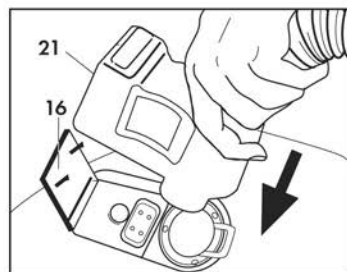

Fig. 6
Abrir completamente la portezuela de la toma accesorios (16) e introducir el empalme rápido del tubo flexible (21) en la toma situada en la parte anterior del aparato, apretando a fondo. Cerrar la portezuela de la toma accesorios (16) en el cuerpo del empalme rápido asegurándose de que los dos detalles se acoplen (Fig. 6).